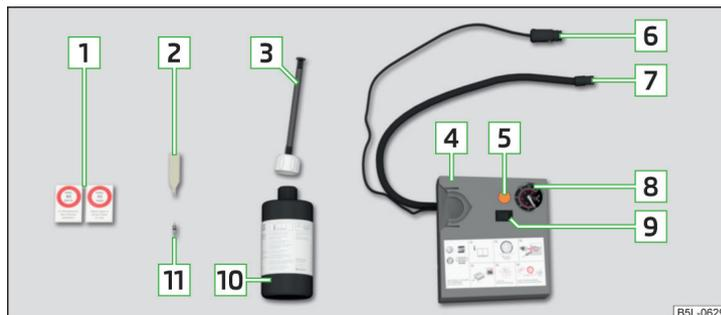

Fig. 137 Imagen esquemática: Componentes del kit de averías
Componentes del kit » fig. 137
- Pegue la etiqueta adhesiva correspondiente **1** » fig. 137 de la página 168 sobre el tablero de instrumentos en el campo visual del conductor.
- Agitar la botella de inflado de neumáticos **10** » fig. 137 de la página 168 fuertemente varias veces.
- Enrosque el tubo flexible [7] » fig. 137 de la página 168 del compresor de aire fijándolo en la válvula del neumático.